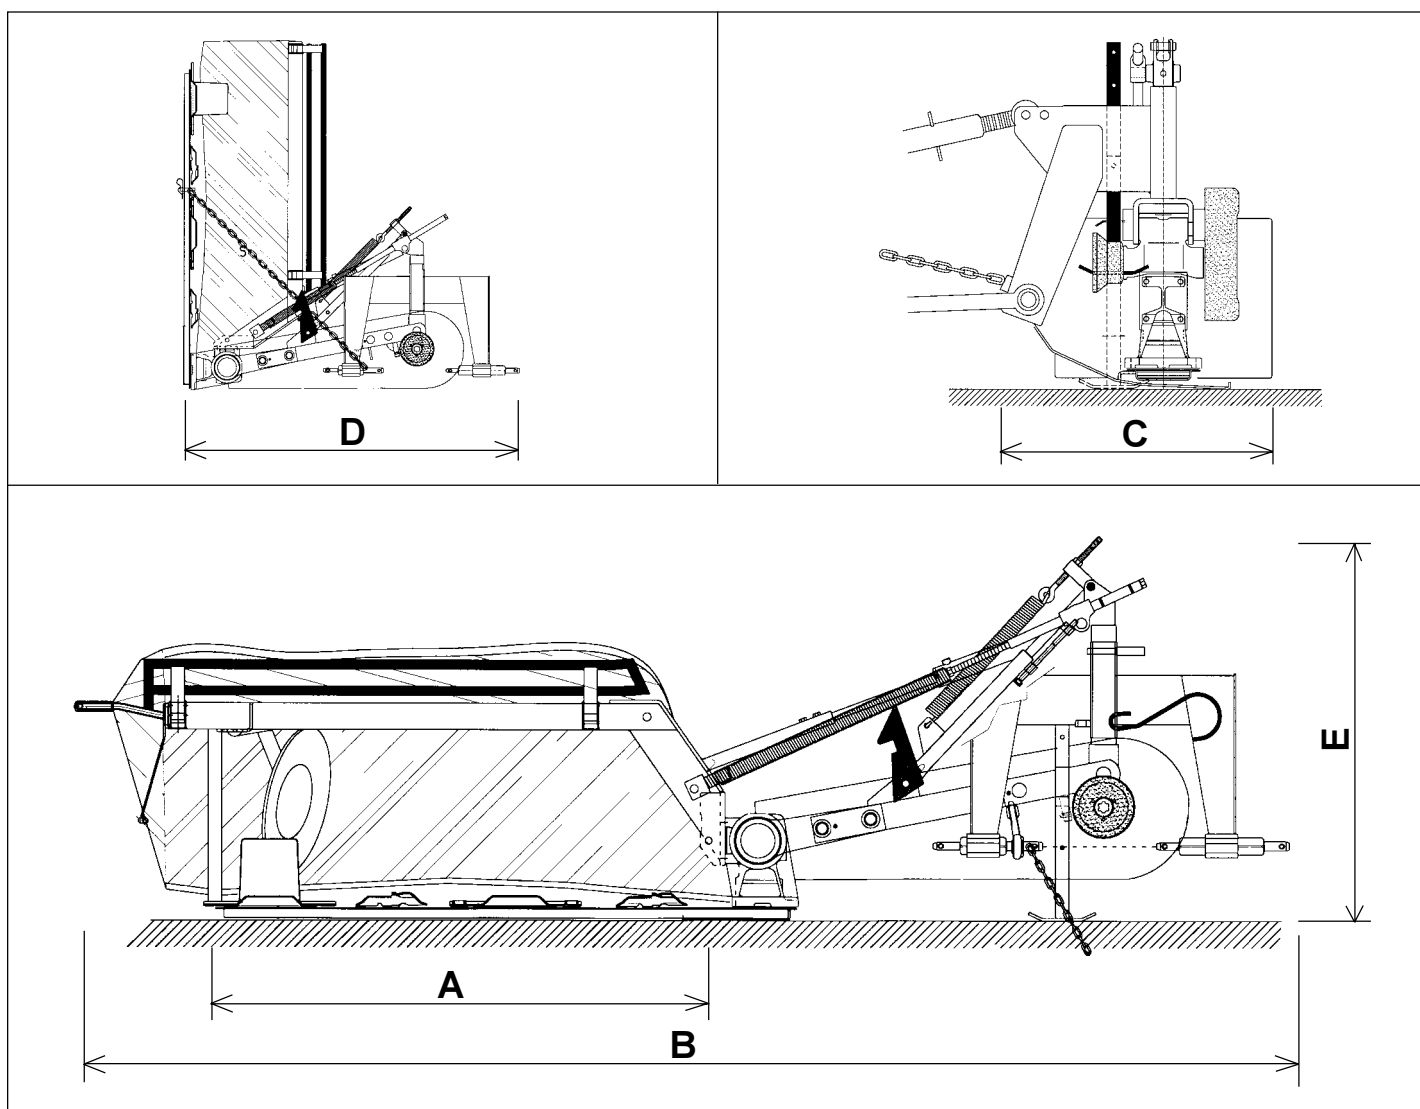

Fig. 2
1.3.1 CARACTERISTICAS TECNICAS (FIG.2)